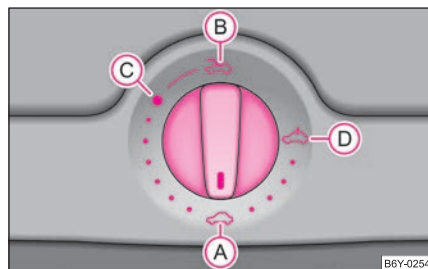

Abb. 31 Drehschalter für das elektrische Schiebe-/Ausstelldach
Das Schiebe-/Ausstelldach wird mit dem Drehschalter ⇒ Abb. 31 bedient und funktioniert nur bei eingeschalteter Zündung. Der Drehschalter hat mehrere Raststellungen.
- Drehen Sie den Schalter in Stellung **(C)** ⇒ Seite 44, Abb. 31.
- Drehen Sie den Schalter in Stellung **(A)** ⇒ Seite 44, Abb. 31.
können Sie ohne Überlastungsschutz ganz schließen, wenn Sie den Schalter in Stellung **(A)** ⇒ Seite 44, Abb. 31 vorn so lange drücken, bis das Schiebe-/Ausstelldach vollständig geschlossen ist ⇒ **(A)**.
Nach jeder Notbetätigung (mit Innensechskantschlüssel) muss das Schiebe-/Ausstelltdach in die Grundstellung gebracht werden. Deshalb müssen Sie den Drehschalter in die Schalterstellung **(A)** ⇒ **Seite 44, Abb. 31** etwa 10 Sekunden lang vorn drücken. ■